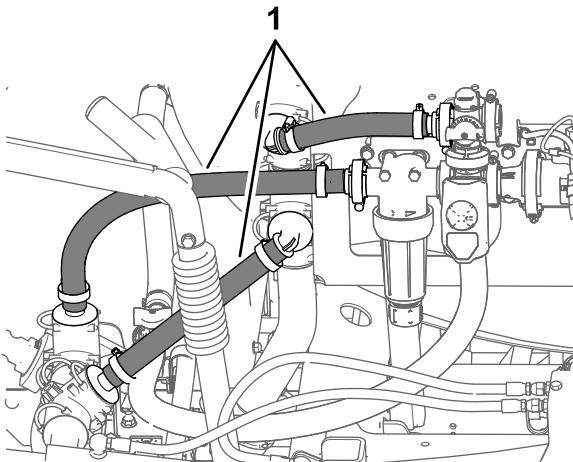

Bild 3
2. Entfernen Sie die drei in Bild 3 abgebildeten Schläuche.